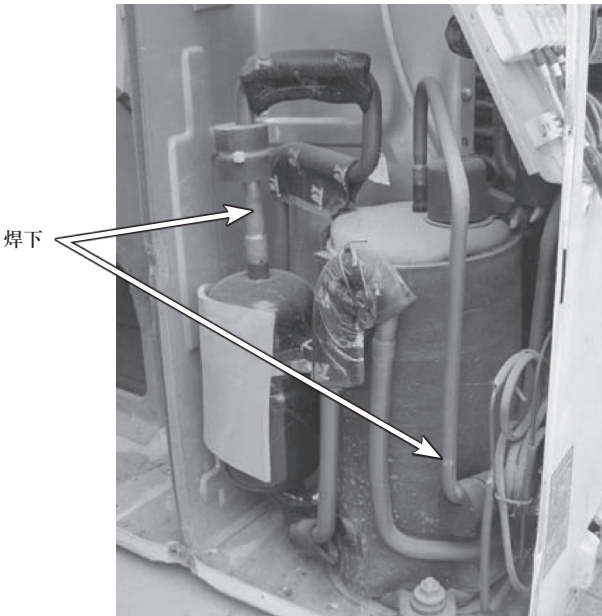
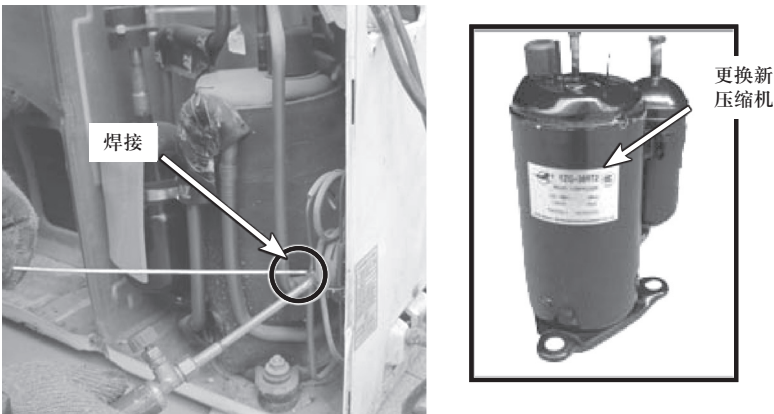

图 4-24 将压缩机焊下
图 4-25 将新压缩机焊接上
- 3) 将压缩机焊下，并更换新的压缩机，如图 4-24 和图 4-25 所示。